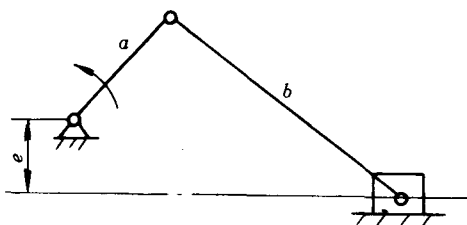

图 1-7
6. 图 1-7 所示为偏置曲柄滑块机构。若已知 $a=20\text{mm}$, $b=40\text{mm}$, $e=10\text{mm}$, 试用作图法求出此机构的极位夹角 θ 、行程速比系数 K 、行程 S , 并标出图示位置的传动角。